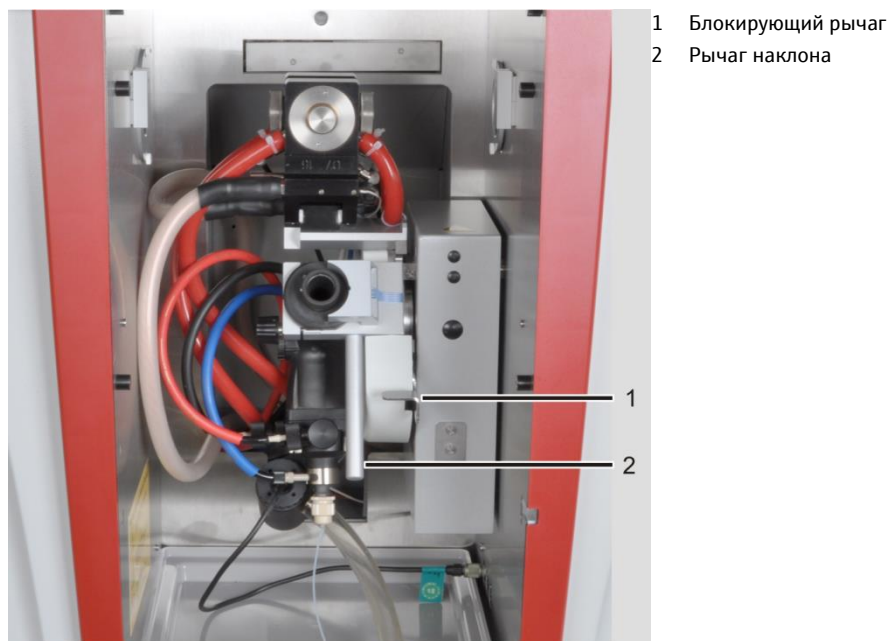

Рис. 38 Смена режима атомизации
- Поднимите блокирующий рычаг (1 на Рис. 38) и деблокируйте его.
- При этом с помощью рычага наклона (2 на Рис. 38) наклоните графитовую печь назад или вперед до упора. Переведите атомизатор в желаемое рабочее положение.
- При этом с помощью рычага наклона (2 на Рис. 38) наклоните графитовую печь назад до упора. Переведите соединитель с зажимом в желаемое рабочее положение.